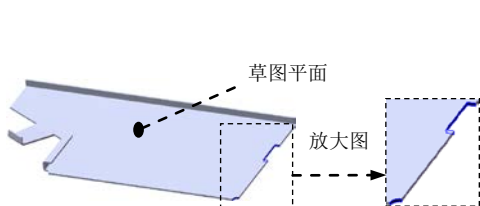

图 6.20 切除—拉伸 2
Step9. 创建图 6.20 所示的切除—拉伸 2。
(1) 选择命令。选择下拉菜单**插入(I)** → **切除(C)** → **拉伸(E)...**命令。
(2) 定义特征的横断面草图。
① 定义草图平面。选取图 6.20 所示的模型表面为草图平面。